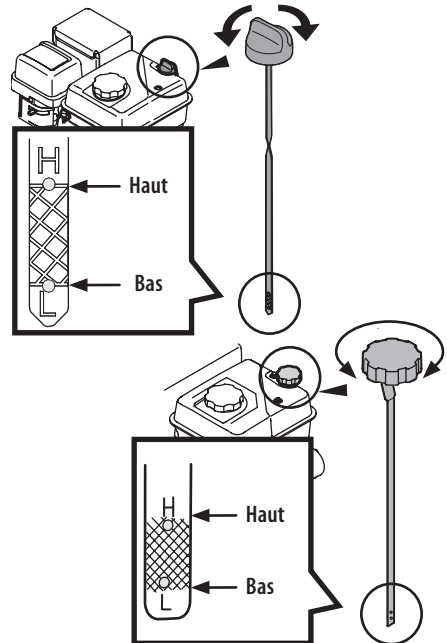

Figure 2
- **Bouchons quart de tour ou bouchons filetés :** Maintenir le niveau d'huile entre les repères haut (« H ») et bas (« L ») de la jauge (Figure 2).
1. Retirez le bouchon et essuyez la jauge (Figure 2).
3. Dévissez le bouchon et retirez la jauge du tube de remplissage. Vérifiez le niveau d'huile. S'il est sous le repère bas (« L »), ajoutez lentement de l'huile jusqu'à ce que le niveau soit au repère haut (« H ») (Figure 2).